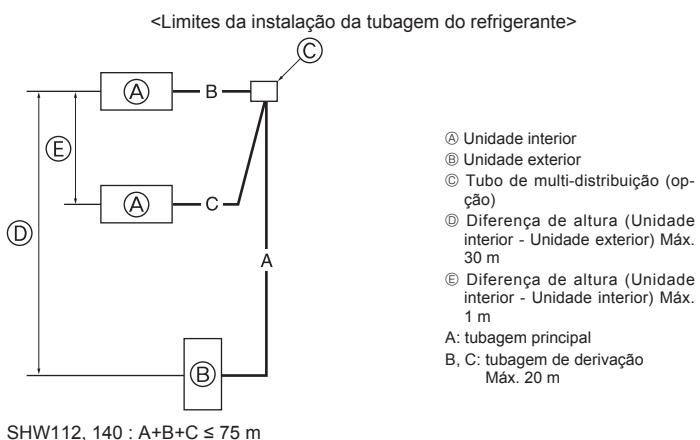

Fig. 4-9
4.7. Para a combinação dupla/tripla/quádrupla (Fig. 4-9) (Apenas para ares condicionados)